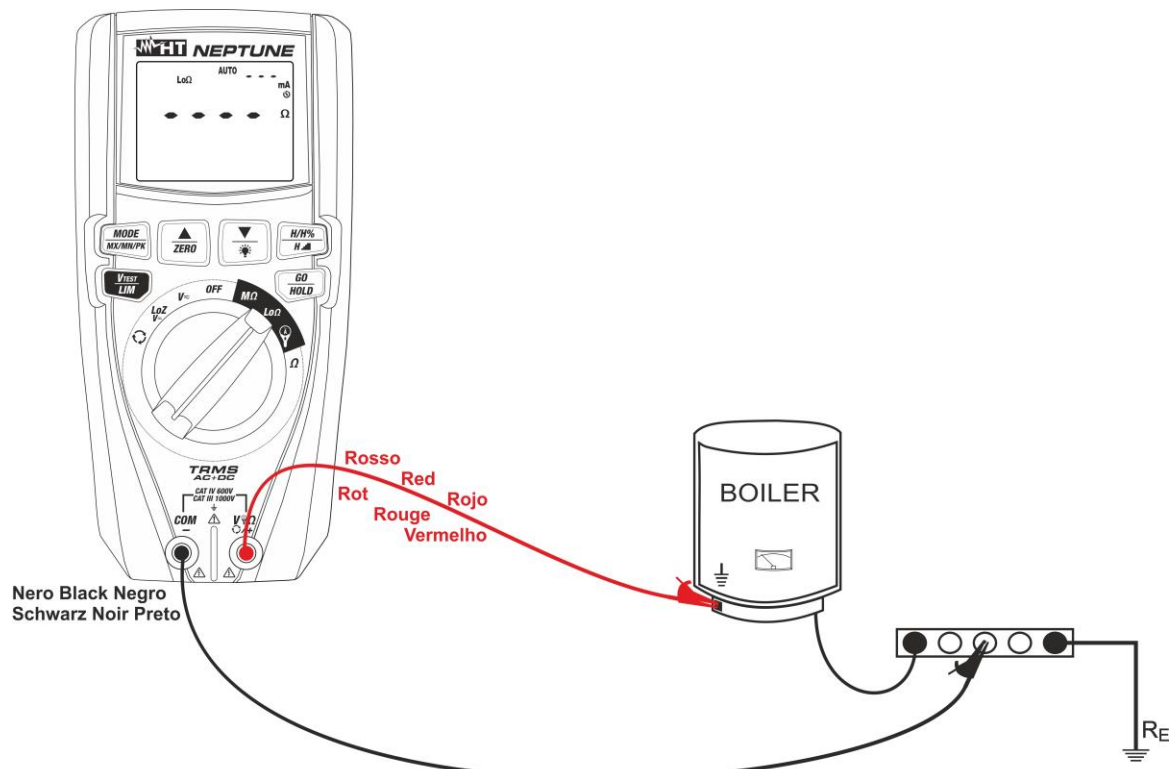

Fig. 25: Utilisation de l'instrument pour mesure de continuité en mode AUTO
7. Introduire le conducteur rouge dans la borne d'entrée **V Ω +/+** et le conducteur noir dans la borne d'entrée **COM/-** et brancher l'instrument à l'installation contrôlée (voir Fig. 25)